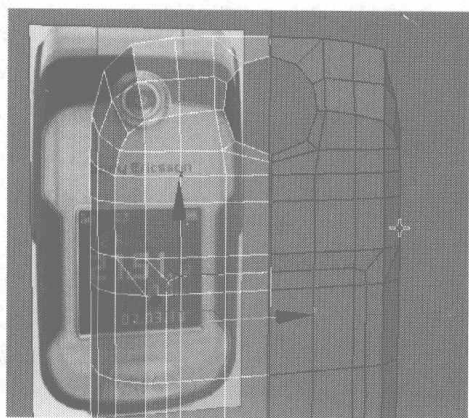

图 4.54
- 12 选择摄像头部分的面并将其删除,然后取消所有的编辑模式,在视图选择如图4.54所示的物体,在Modify 控制面板下面单击  按钮,取消其唯一化,再单击右键,在弹出的快捷菜单中选择 Attach 命令,然后选择视图中另一半面片物体并将其合并。